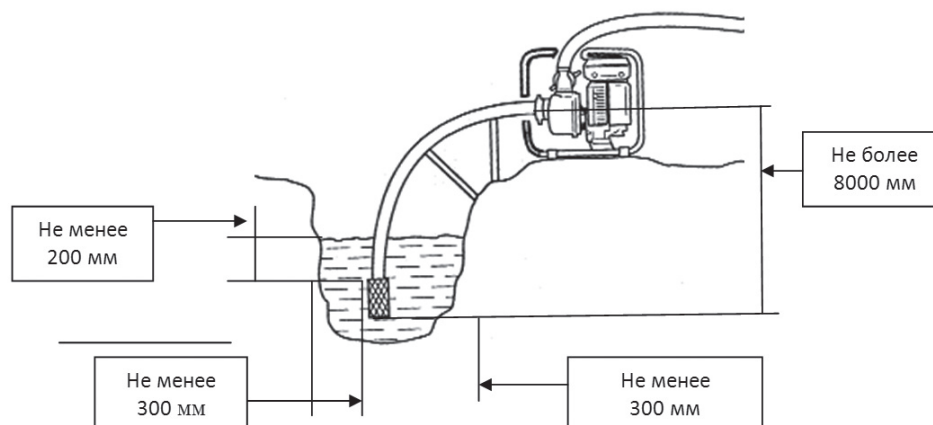

Рис.10
1. Установите мотопомпу вблизи водоема (емкости) на твердую ровную горизонтальную поверхность, опустите фильтр всасывающего рукава в водоем(емкость), обеспечив вертикальное положение фильтра. При установке фильтра соблюдайте все необходимые расстояния, как показано на Рис.10.